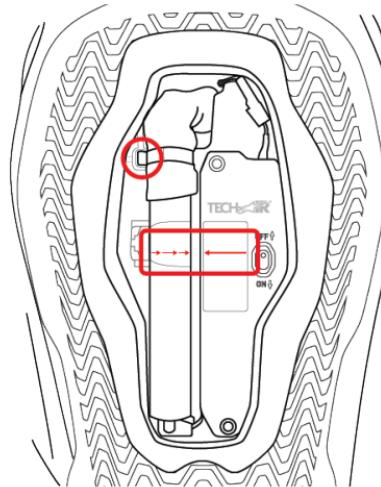

Figure 11 : Installation du gonfleur à gaz (1)
Réinsérez ensuite le gonfleur à gaz (1) dans son logement (4) en le poussant dans la position indiquée à la figure 11. Vérifiez que le fermoir métallique situé au sommet du gonfleur à gaz (1) est positionné à gauche à l'intérieur du boîtier. Il est important d'aligner les lignes de l'étiquette du gonfleur à gaz (1) et de l'étiquette du couvercle de l'unité de contrôle de l'airbag (ACU), comme illustré dans la figure 11 ci-dessous.